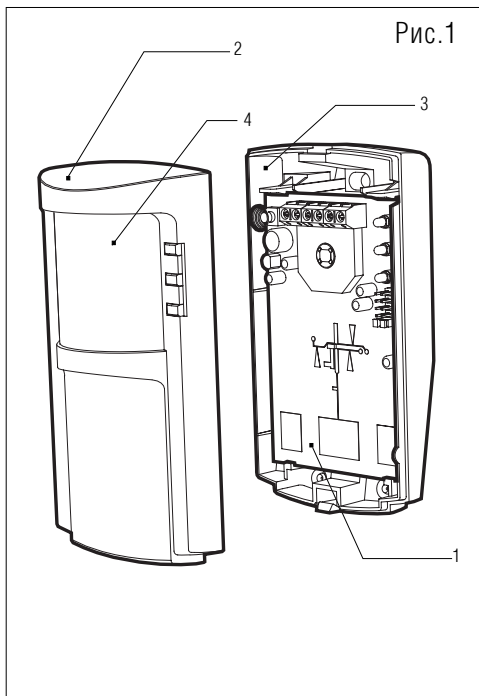

Рис.1
Извещатель выполнен в виде одного блока (Рис.1) и состоит из печатной платы с элементами (1), крышки (2) и основания (3). На крышке корпуса закреплена линза Френеля (4).